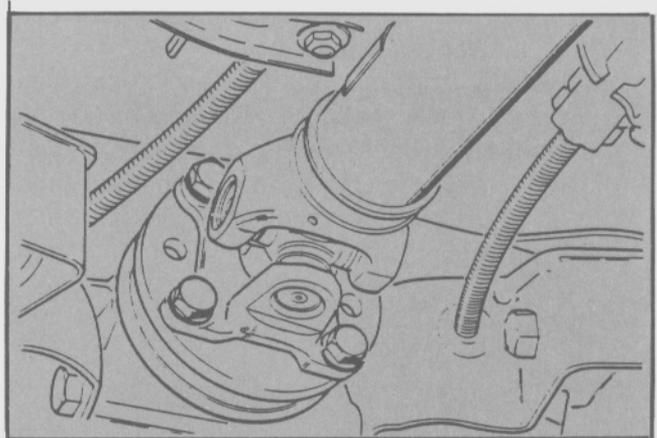

Fig. 11- Tornillos de sujeción del árbol de transmisión.
- Presentar el árbol de transmisión a la brida del piñón. Alinear los orificios e instalar los cuatro tornillos con sus correspondientes arandelas elásticas. (Fig. 11).